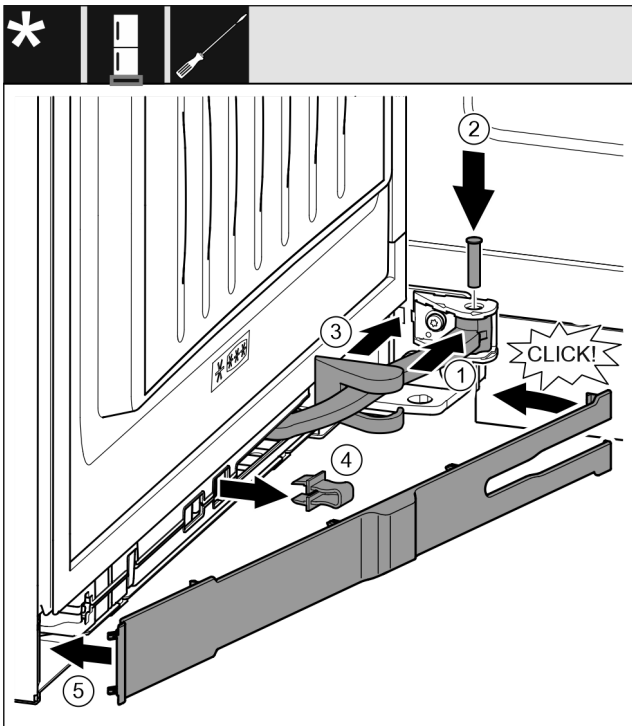

Fig. 45
- ▶ Поверните шарнир в навеску. Fig. 45 (1)
- ▶ С помощью отвертки T15 вставьте палец в навеску и шарнир. При этом следите за тем, чтобы выступ фиксатора занимал правильное положение в пазу. Fig. 45 (2)
- ▶ Переместите крышку опорного кронштейна вдоль шарнира и установите над навеской. Fig. 45 (3)
- ▶ Снимите предохранитель. Fig. 45 (4)
- ▶ Установите накладку со стороны ручки и поверните. Fig. 45 (5)